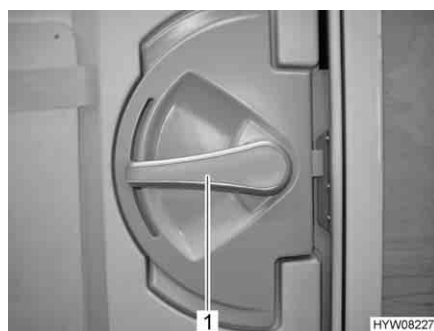
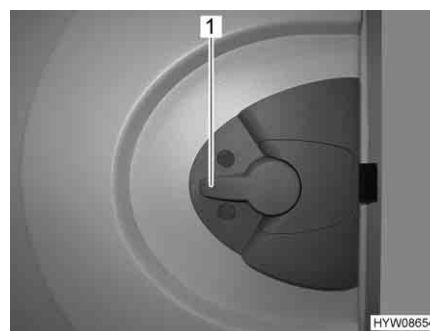

Fig. 18 Serratura della porta, lato interno
Fig. 19 Serratura della porta, lato interno, alternativa
- Premere la maniglia della porta (Fig. 18,1 o Fig. 19,1) verso il basso.